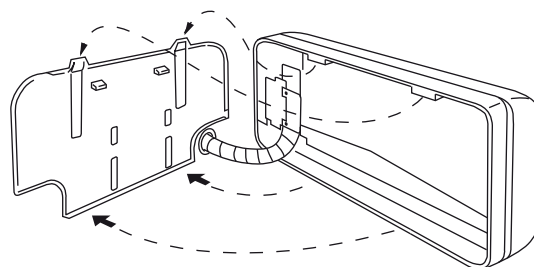

Fig. 36
- (2) Inserire i cavi, la tubazione ed il tubo scarico condensa nel foro del muro. Appendere l'unità al pannello posteriore precedentemente installato. (Fig. 36)
- (3) Piegarli i tubi (se necessario) lungo il muro, in direzione dell'Unità Esterna e isolare i punti di raccordo. (Vedi l'Attenzione a pagina 12 del manuale d'installazione dell'unità esterna)